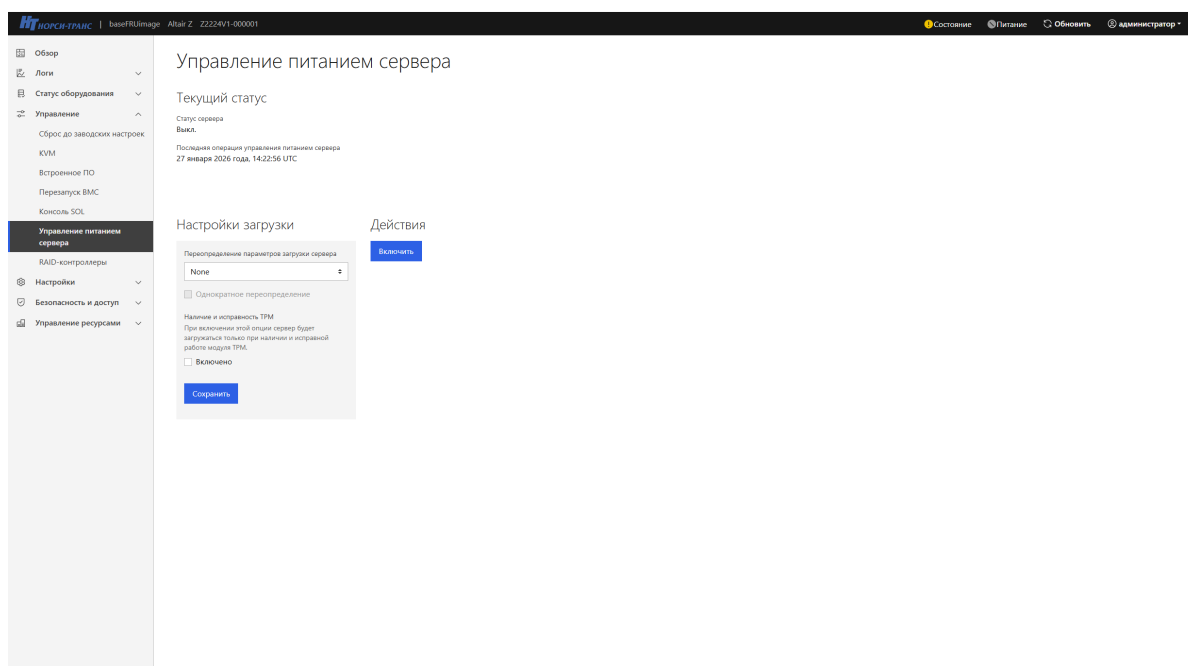

Рис. 52. Окно «Управление питанием системы»
- 6) Пройдите во вкладку «Управление» → «Управление питанием системы» в данной вкладке отображается текущий статус системы, осуществляется удаленное управление питанием системы. Во вкладке «Действия» осуществляется перезагрузка системы или его выключение. Окно показано на рис. 52 Окно «Управление питанием системы»